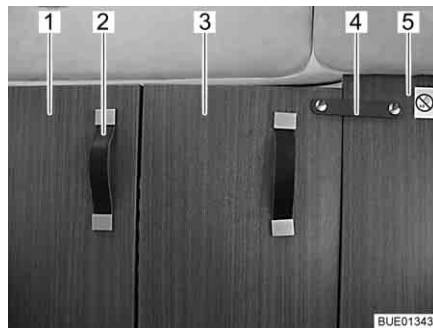

Fig. 43 Séparation pour la cabine de conduite, fermée
- Tirer la séparation pour la cabine de conduite (Fig. 43,1) complètement vers l'intérieur en saisissant le ruban-poignée (Fig. 43,2).
- Fixer la partie rabattable de la séparation pour la cabine de conduite (Fig. 43,3) avec la bande de sécurité (Fig. 43,4) à la cloison intermédiaire fixe (Fig. 43,5) située derrière le siège passager.